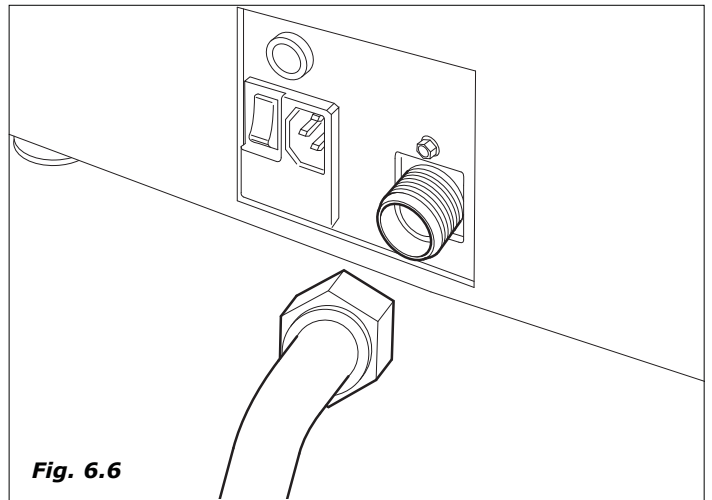

Fig. 6.6
- Le raccord prévu est de 3/4" gas (figure 6.6).